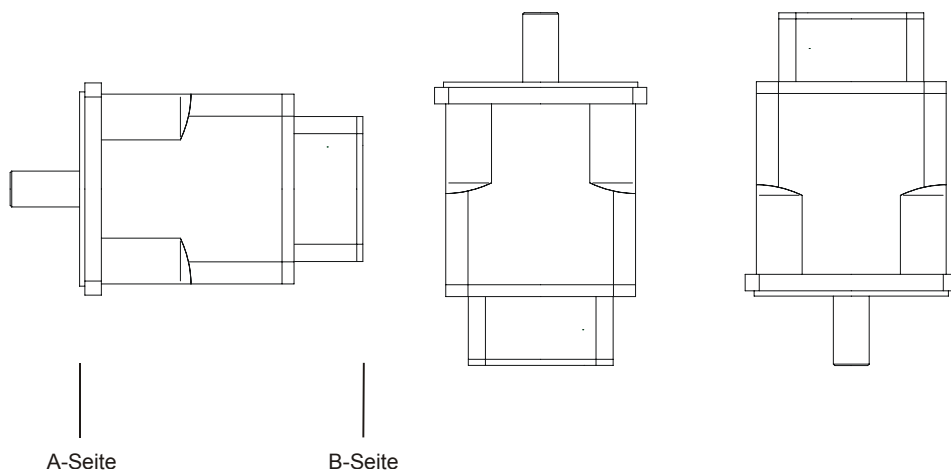

Abb. 2: Montagearten des Motors der Serie JK6
- Stellen Sie sicher, dass keine Flüssigkeit in das Lager eindringen kann, wenn Sie das Wellenende nach oben montieren, Bauform V1, siehe Abb. 2.
Installationsanordnung	<ul style="list-style-type: none"> • Horizontale Einbauposition (B5) nach Abb. 2 auf Seite 21 • Bis 1.000 m über NN; bei Betriebshöhen von 1.000 m über NN ist eine Leistungsreduzierung notwendig • Für eine ausreichende Luftzirkulation ist eine Distanz von min. 10 cm oben und unten einzuhalten